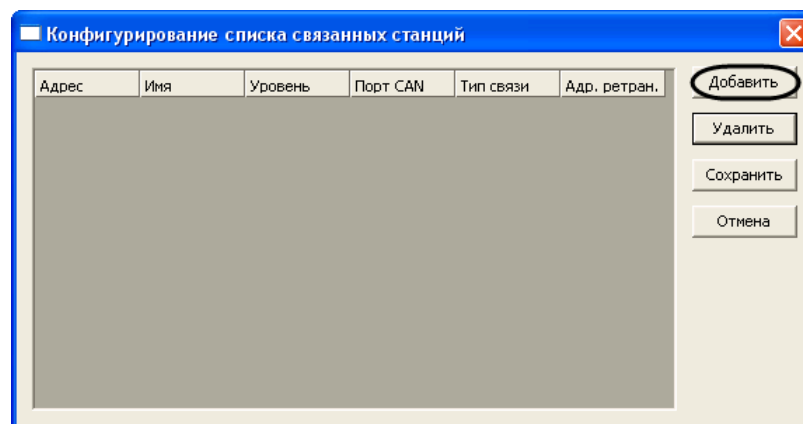

Рис. 3.3-6 Окно конфигурирования списка
3. В результате выполнения операции откроется диалоговое окно **Конфигурирование списка связанных станций** (Рис. 3.3-6).
4. Для добавления удаленной станции в список связанных станций нажать кнопку **Добавить** (см. Рис. 3.3-6).